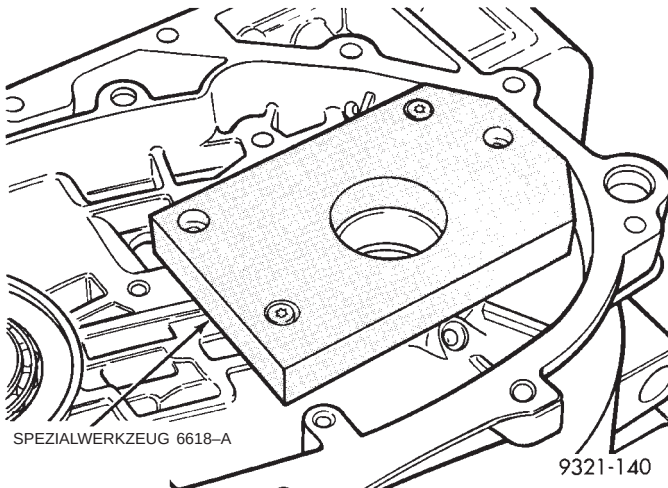

Abb. 217 Montiertes Spezialwerkzeug
(2) Spezialwerkzeug 6618A montieren (Abb. 217). Halteschrauben leicht anziehen. Die Schraubenköpfe müssen unterhalb der Plattenoberfläche liegen, aber Schrauben nicht zu fest anziehen.
(3) Gehäuse umdrehen und in einer hydraulischen Presse so einrichten, daß die Platte auf dem Pressentisch aufliegt.